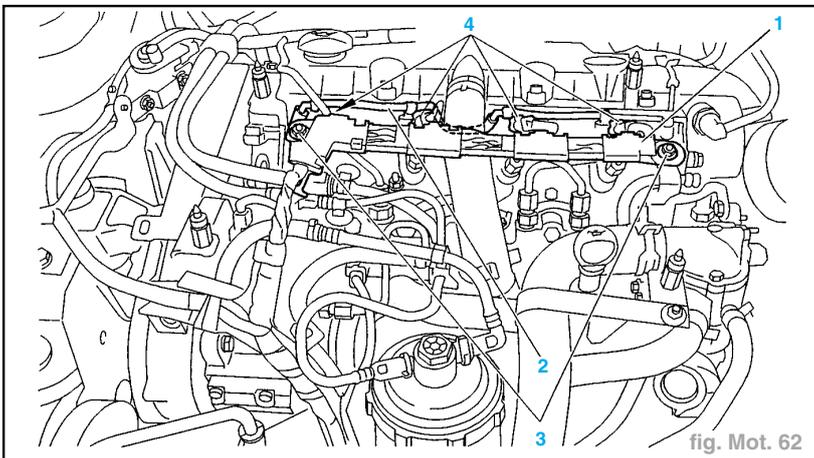

fig. Mot. 62
- les connecteurs (4) (fig. Mot. 62)
- Déposer les écrous (3)
- Ecarter la barrette porte faisceau électrique (1)
- Déposer les tubes de retour carburant (2).